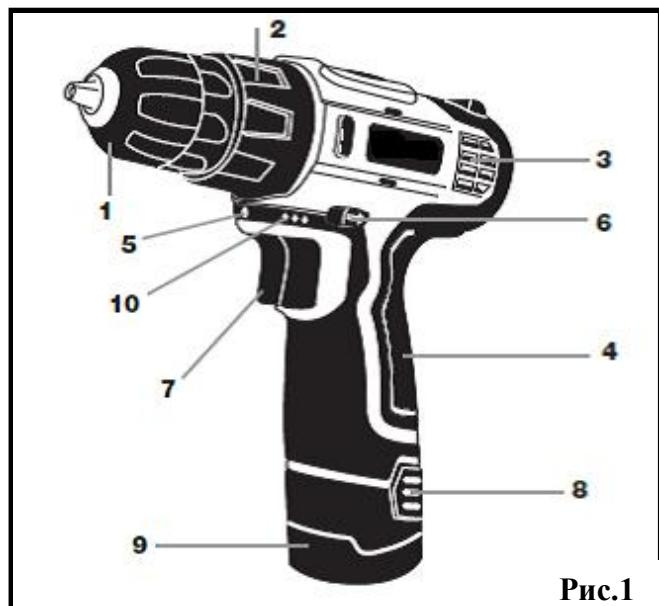

Рис.1
- Извлеките аккумулятор (16) (рис.2) из инструмента, нажав на кнопку разблокировки аккумулятора (8) (рис.1) и вытащив аккумулятор из инструмента.
Шуруповёрт оборудован индикаторами уровня зарядки аккумуляторной батареи (10) (рис.1 и 6). Для того чтобы посмотреть уровень заряда аккумуляторной батареи необходимо слегка нажать на клавишу выключателя шуруповёрта, в результате чего загораются индикаторы степени заряда, в зависимости от заряда батареи загораются либо все три индикатора либо меньше. При полном нажатии на клавишу выключателя индикаторы степени заряда батареи продолжают гореть.
Шуруповёрт оборудован LED подсветкой (5) (рис.1 и 7). Включение подсветки осуществляется при нажатии